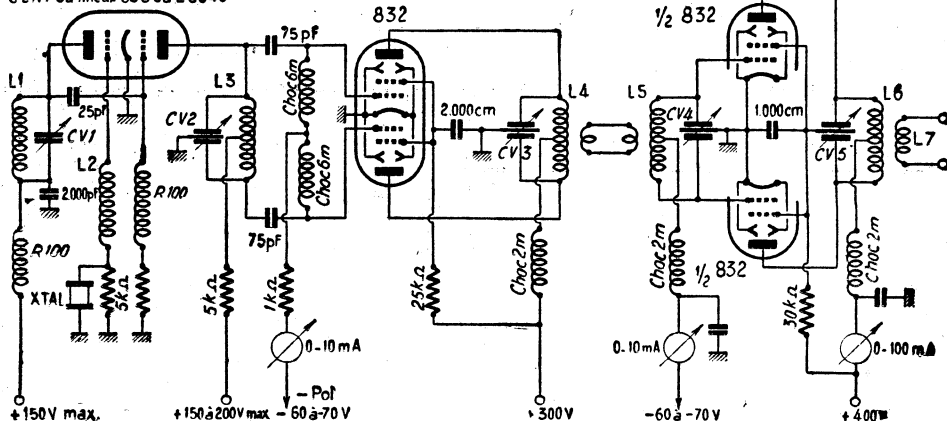

Figure 1
**Émetteur.** — Le montage de l'émetteur représenté figure 1 est très simple. L'éta-ge pilote est équipé d'une 6SN7, dont la première partie triode est montée en oscillatrice cristal à réaction,